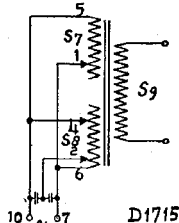
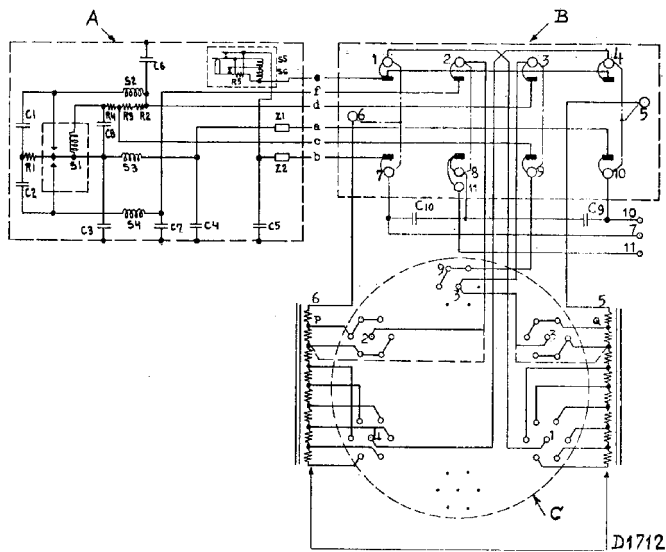

Fig. 3
Fig. 5
Wanneer het ontvangapparaat omgeschakeld wordt voor wisselspanning is de schakeling als aangegeven in fig. 3. De transformatorwikkelingen zijn dan parallel geschakeld. In fig. 5 is de complete schakeling aangegeven, waarin wij naast de omvormereenheid A de schakeling van de omschakelsteker B de spanningsomschakelaar C en de primaire wikkeling van de transformator zien.
12. Controleer of de punten 8 en 11 (fig. 5 en 9) bij uitgetrokken steker géén sluiting maken.